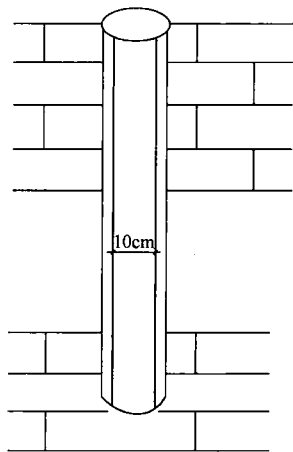

图 1-17 冲筋
(2) 冲筋 在两个灰饼之间抹出一长条灰埂来,其宽度为10cm,厚度与灰饼相同,如图1-17所示。冲筋是抹底子灰的标准,便于对抹灰面控制。冲筋分为冲竖筋与冲横筋,手